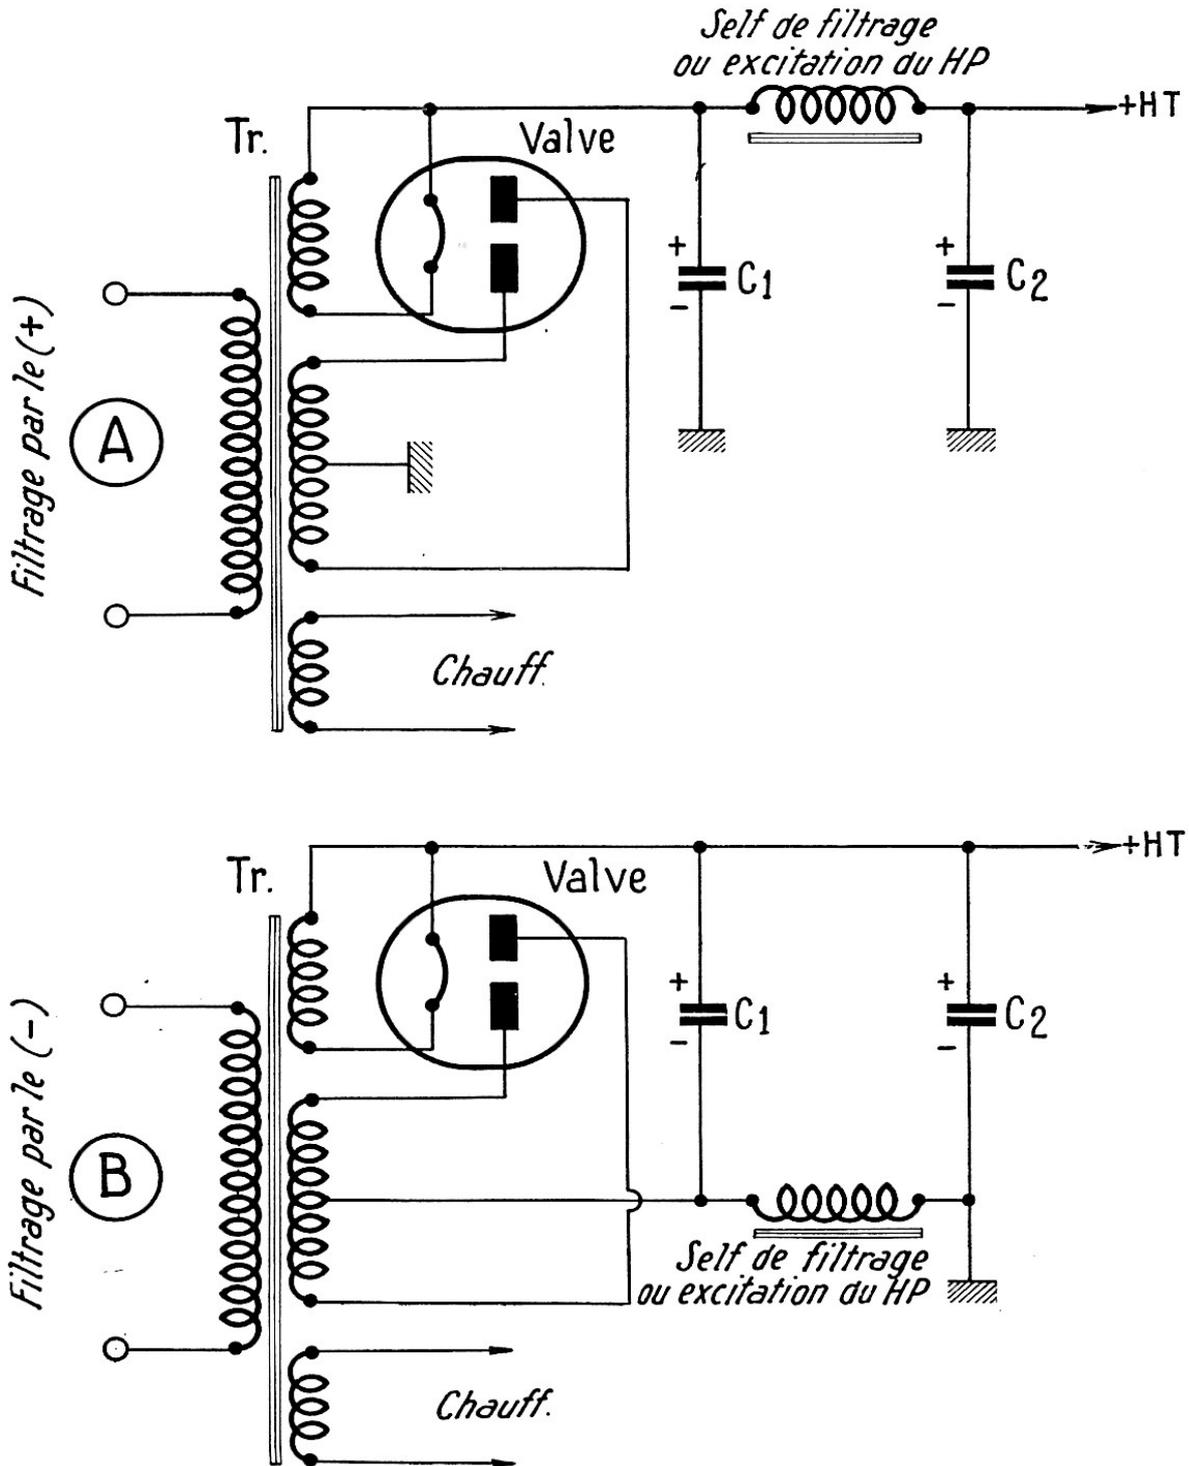

FIG. VI-1
7. Pas de tension entre le pôle + et le pôle — d'un condensateur de filtrage, soit  $C_1$  ou  $C_2$  de la figure VI-1 A ou B. De plus, si c'est le premier condensateur du filtre qui est en court-circuit (condensateur  $C_1$ ), les plaques de la valve rougissent. Voir AG.